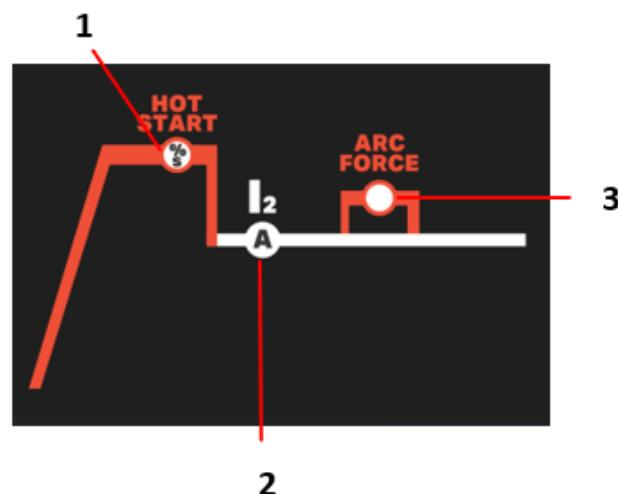

Fig. 1 – Parâmetros MMA
Para a DC 164 e DC 204 (Ver os itens na Fig. 1 A)
- Ajustar o valor de corrente ao diâmetro do eléktrodo (Fig.1 - 2), de acordo com a seguinte tabela, para regular as máquinas de acordo com o eléktrodo a utilizar e iniciar a soldadura